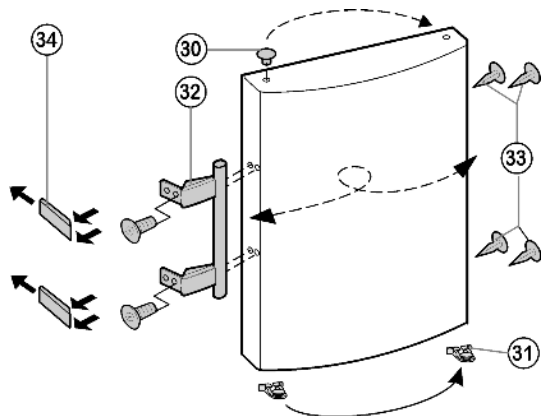

Fig. 8
- ▶ Выведите из фиксатора верхней дверцы пружинный зажим *Fig. 8 (31)* и переставьте его на новую сторону шарнира.
- ▶ Извлеките пробки *Fig. 8 (30)* из опорных втулок дверцы и переставьте.
- ▶ Снимите и переставьте на противоположную сторону дверную ручку *Fig. 8 (32)*, пробку *Fig. 8 (33)* и прижимные пластины *Fig. 8 (34)*.